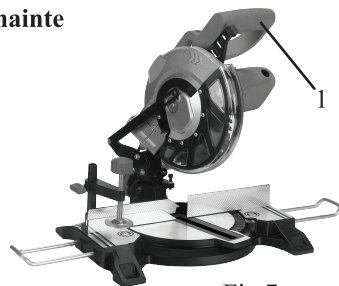

Fig.7
10.1 Rabatarea plăcii mesei (Fig.7)